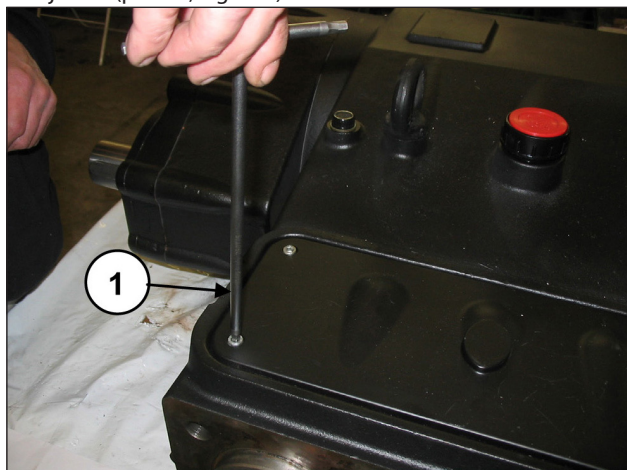

Fig. 112
Quitar la tapa de inspección superior aflojando los 4 tornillos de fijación (pos. ①, Fig. 112).